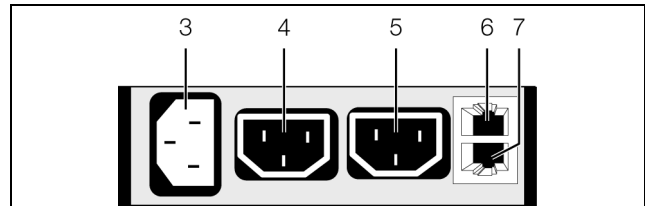

Abb. 9: Rückseite der Power Unit
Die Power Unit wird über den CAN-Bus-Anschluss mit der notwendigen Betriebsspannung versorgt. Zur Spannungsversorgung der externen Verbraucher muss zusätzlich der Eingang der Power Unit mit der Netzspannung verbunden werden (Abb. 9, Pos. 3).
- Schließen Sie einen externen Verbraucher, z. B. einen Lüfter, am AC-Ausgang 1 oder am AC-Ausgang 2 mit einem geeigneten Kabel an (Abb. 9, Pos. 4, 5).
- Stecken Sie das Kabel am AC-Eingang der Power Unit sowie an der Netzversorgung ein (Abb. 9, Pos. 3). Im Auslieferungszustand sind beide AC-Ausgänge ausgeschaltet, d. h. die angeschlossenen Geräte stehen nicht unter Spannung.
- Verbinden Sie die Power Unit über ein CAN-Bus-Verbindungskabel mit der CMC III Processing Unit bzw. der benachbarten Komponente im CAN-Bus (Abb. 9, Pos. 6).
- Schließen Sie ggf. an der zweiten, freien CAN-Bus-Schnittstelle der Power Unit (Abb. 9, Pos. 7) eine weitere Komponente an (z. B. einen anderen Sensortyp).